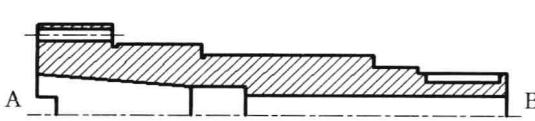

图 4-4-4
- (1) 打开素材文件“4-4-3.dwg”，单击“常用”选项卡，在“修改”面板中单击“镜像”按钮 M ，或者选择菜单命令“修改／镜像”。
- (2) 命令行提示“选择对象”，选择要镜像的对象，并按 Enter 键。
- (3) 命令行提示“指定镜像线的第一点”，捕捉并单击端点 A，A 点位置如图 4-4-4 所示，确定该点为镜像线的第一点的位置，或者输入坐标值，按 Enter 键。